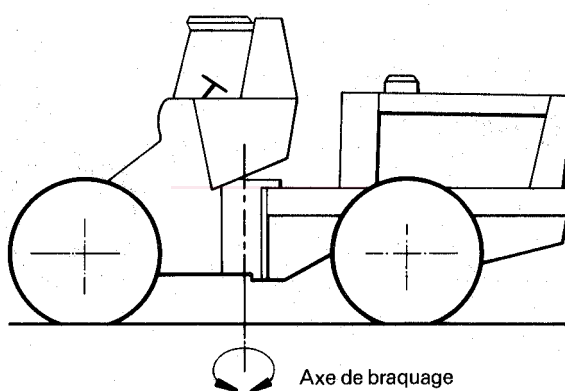

Figure 7a) — Direction articulée
5.1.3.3 Direction articulée [voir figure 7a)]